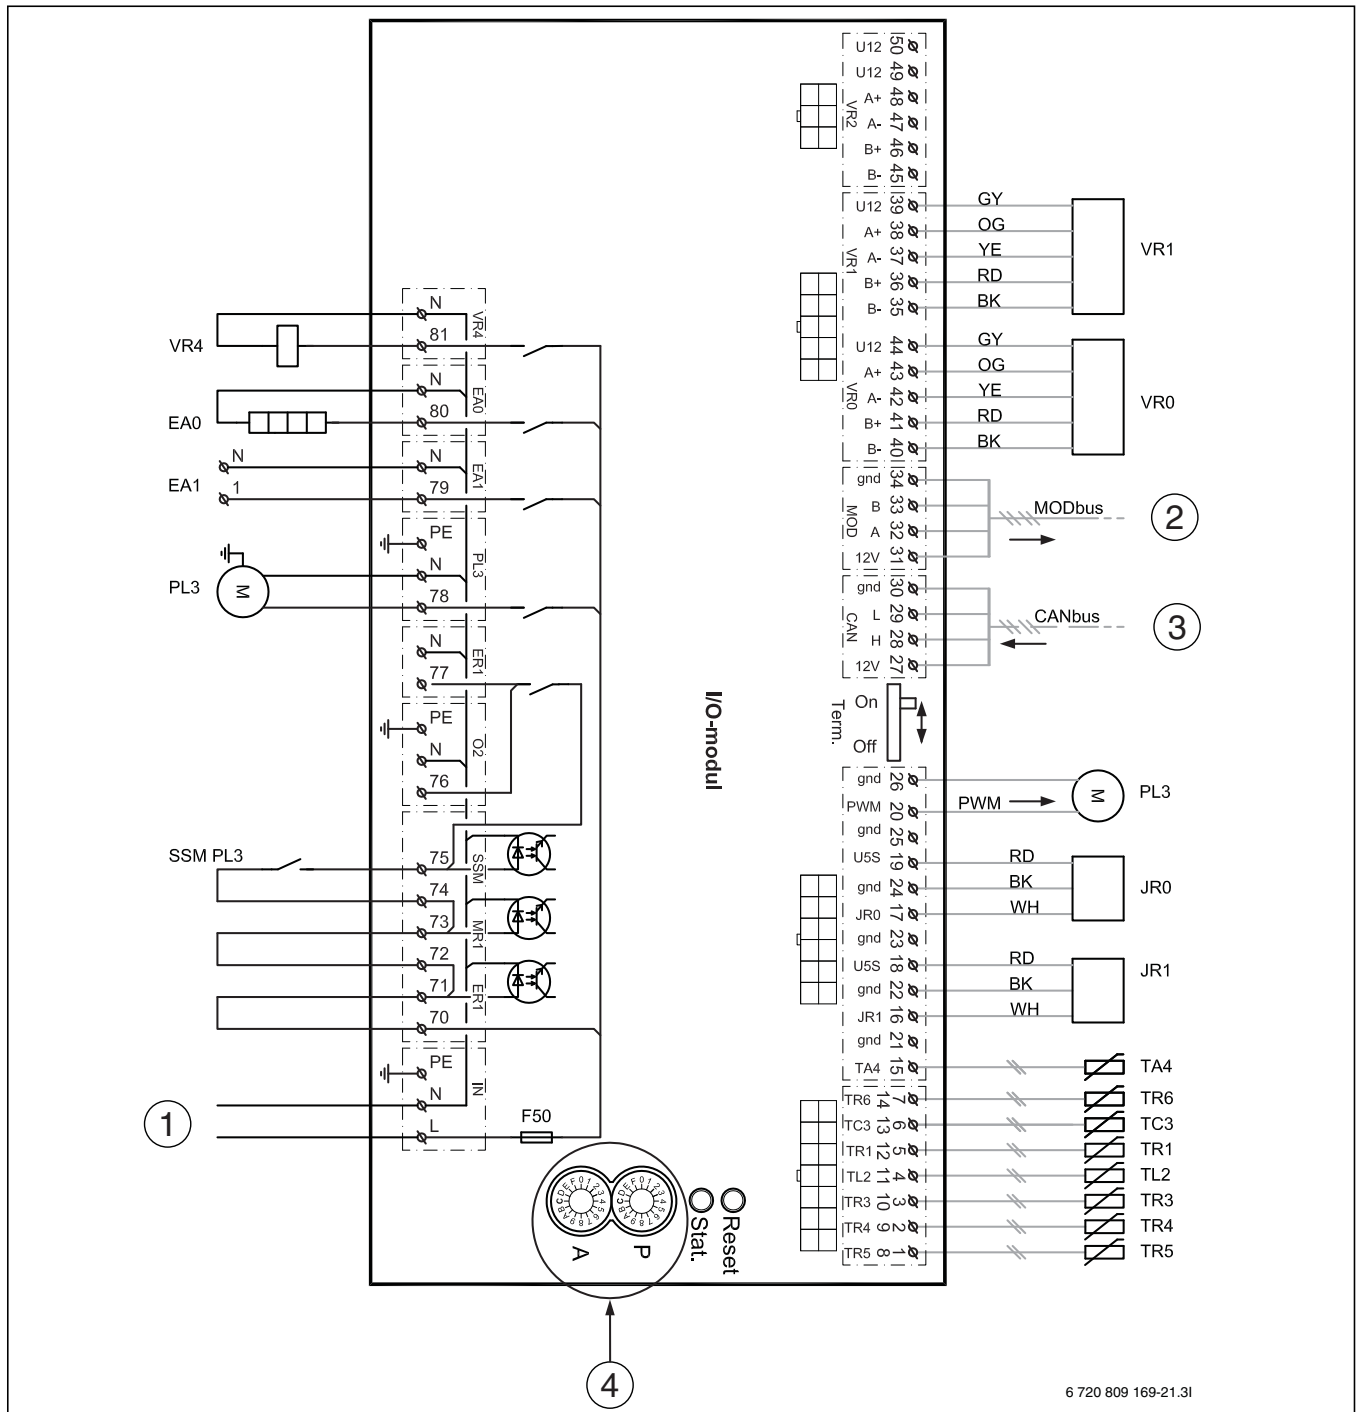

Рис. 21 Электрическая схема платы I/O-модуля
- [3] Шина MOD-BUS к плате I/O-модуля ([2] рис. 21)
- [4] Электропитание платы I/O-модуля ([1] рис. 21)